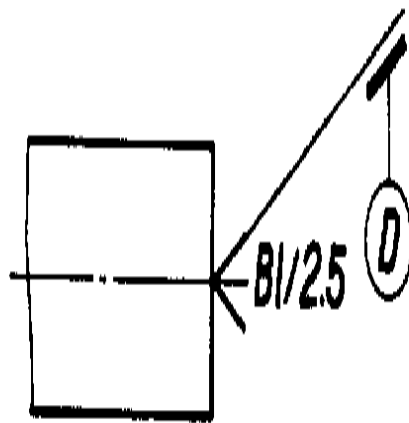
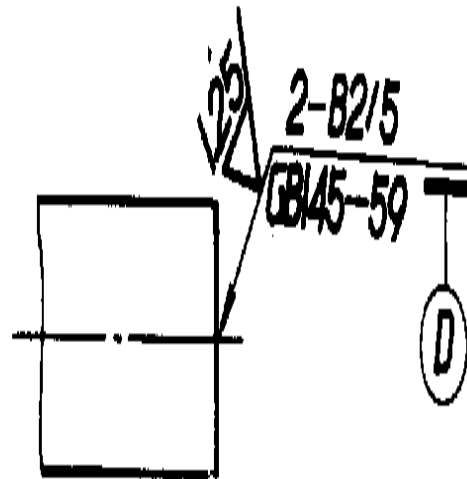

图 5
图 6
3.4 中心孔工作表面的粗糙度应在引出线上标出 (图 6)。
3.5 以中心孔的轴线为基准时, 基准代 (符) 号可按图 5、图 6 的方法标注。